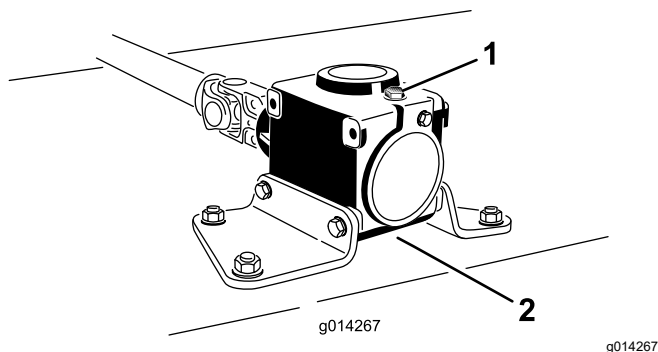

Рисунок 24
6. Извлеките щуп или снимите пробку заливной горловины в верхней части редуктора (Рисунок 24) и убедитесь в том, что уровень масла находится между отметками на щупе.
6. Извлеките щуп или снимите пробку заливной горловины в верхней части редуктора (Рисунок 24).